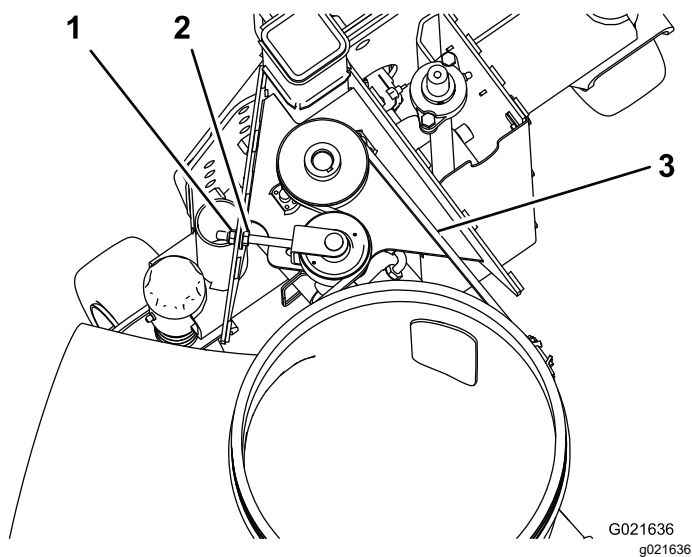

Figura 28
1. Apăsai cureaua, în centrul celei mai lungi porțiuni, cu o forță de 30 N·m (Figura 28).
3. Slăbiți piulița hexagonală și strângeți piulița cu guler pentru a crește tensionarea curei (Figura 28).